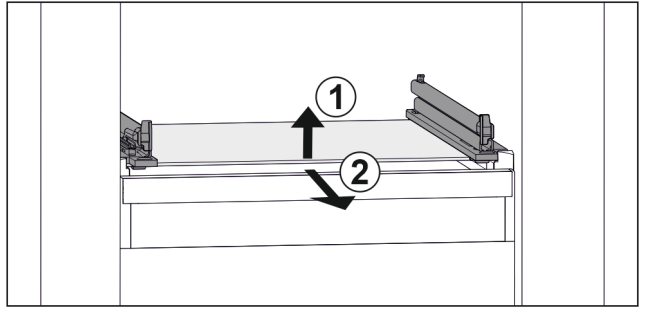

Fig. 27 玻璃隔板例图
- 抬起玻璃隔板前部。 Fig. 27 (1)
- 向前取出玻璃隔板。 Fig. 27 (2)